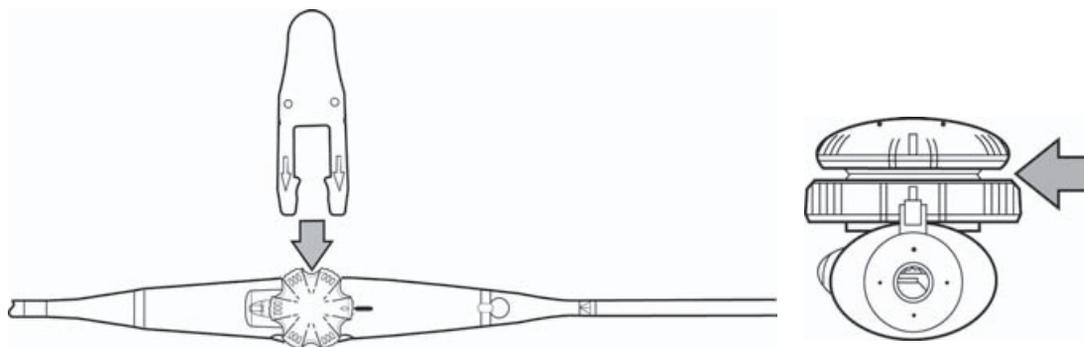

図 5 バイトホール検出試験用ツールを取り付ける
- 1 図 5 に図示する通り、バイトホール検出試験用ツールをスキャン面操作ダイヤルの下に差し込みます。バイトホール検出試験用ツールは、TEExi プローブおよび TEEexp プローブに同梱されています。